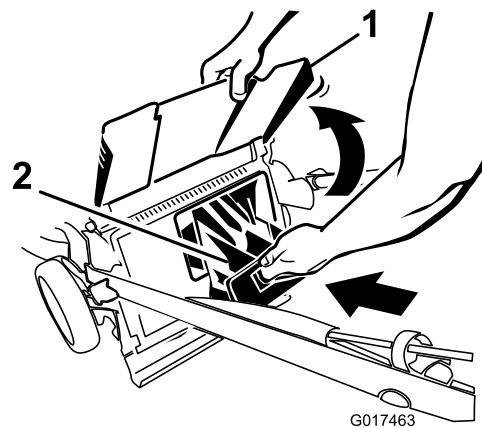

**Figura 26**
1. Pase la cuerda del arrancador alrededor de la guía de cuerda inferior (Figura 26).